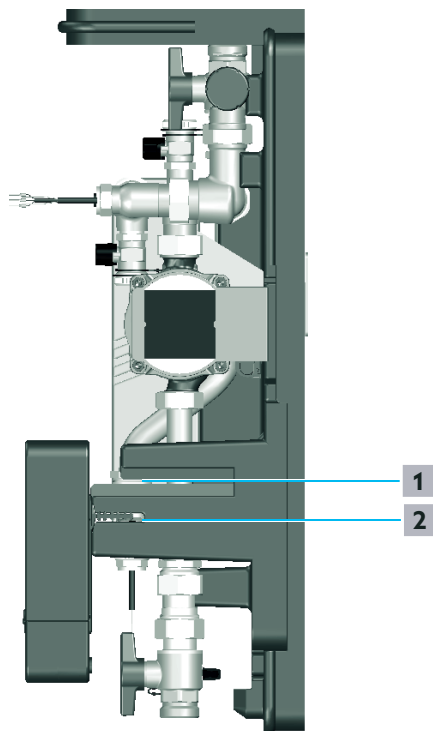

Abb. 23: Montageposition
- 2 Drehen Sie den Regler und fixieren Sie diesen in der Montageposition wie in Abb. 23 auf Seite 31.